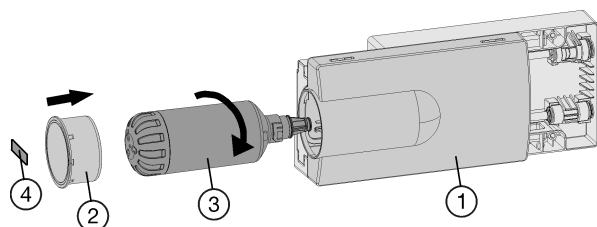

Fig. 49
- Mettre en place le filtre à eau Fig. 49 (3) à l'eau puis le tourner d'env. 100° vers la droite jusqu'à la butée.
- Insérer le tiroir Fig. 49 (1).
- Poser le couvercle du filtre Fig. 49 (2).
- Inscire la date du dernier remplacement sur l'autocollant Fig. 49 (4) fourni puis le coller sur le module.